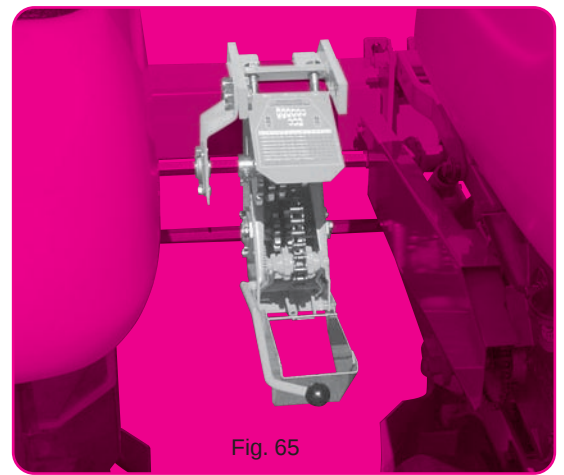

Fig. 65
- Montage déporté (fig. 65) pour semoir à nombre de rangs impair. La boîte se place à gauche et au plus près de l'élément central : pour cela supprimer 1 des paliers ④ support axe hexagonal.
- Offset assembly (fig. 65) for planters with an odd number of rows and inter-row spacing under 45 cm (18"). The gearbox is then mounted on the left and as close as possible to the central metering unit. To do so, remove one of the bearing fingers ④ which support the hexagonal shaft.
Seitlich gesetzte Montage (Abb. 65) für Sämaschinen ungerader Reihenanzahl und Reihenabstände unter 45 cm. Das Wechselgetriebe wird links und ganz nah am mittleren Element angebracht. Bei dieser Stellung ist die Lagerstütze ④ zu entfernen.
* Сборка со смещением (рис.65) для сеялок с нечетным количеством рядов и расстоянием между рядами менее 45 см. Коробка передач монтируется слева и как можно ближе к центральному дозатору. Для этого необходимо снять одну несущую пластину ④, которая поддерживает шестигранный вал.